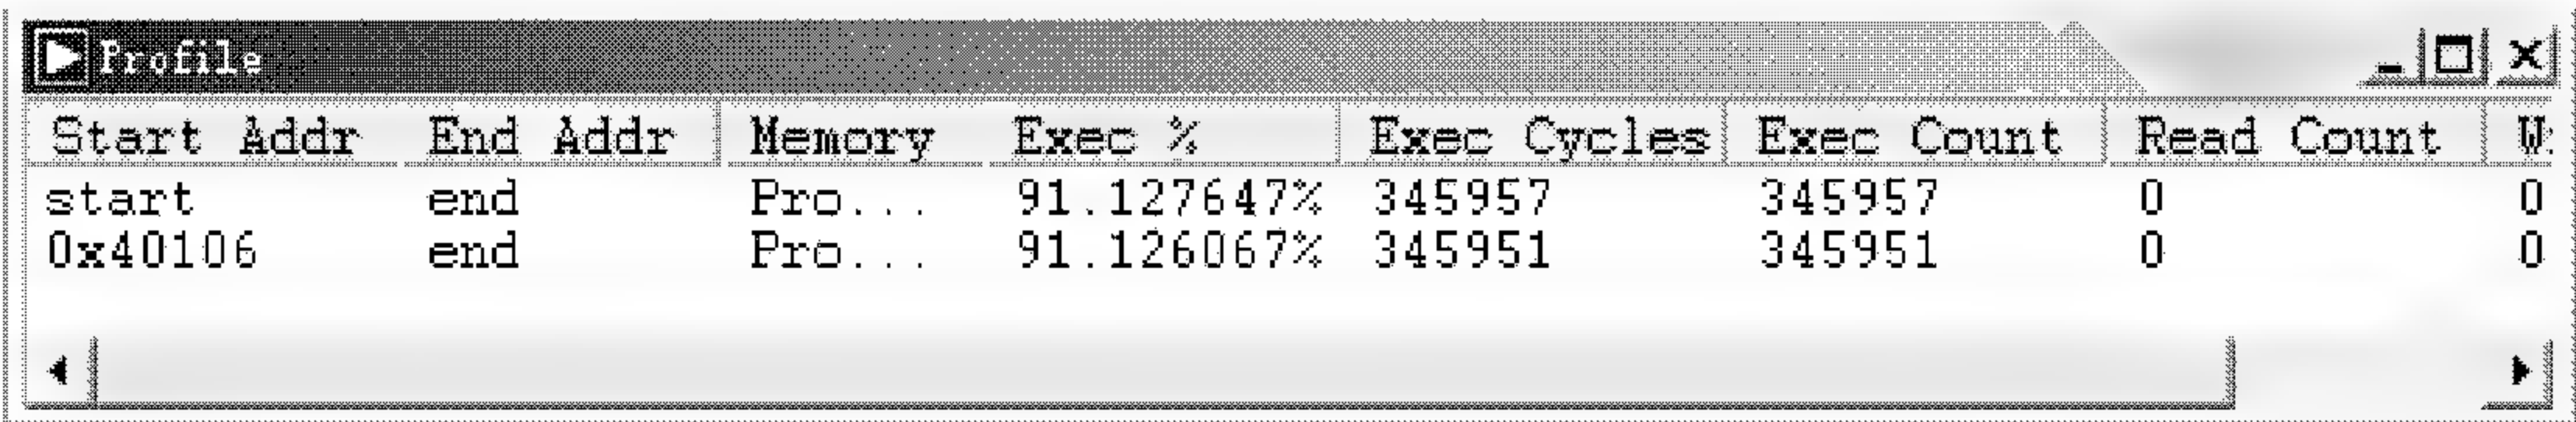

图 4.14 Profile 窗中显示的统计结果
- (3) 设置好 Profile Range 后，点击 Add，所添加的统计代码段会出现在 Profile 的列表中，可以重复上述操作来添加多个统计代码段。
- (4) 选择 View → Debug Windows → Profile，打开 Profile 窗口，如图 4.14 所示。